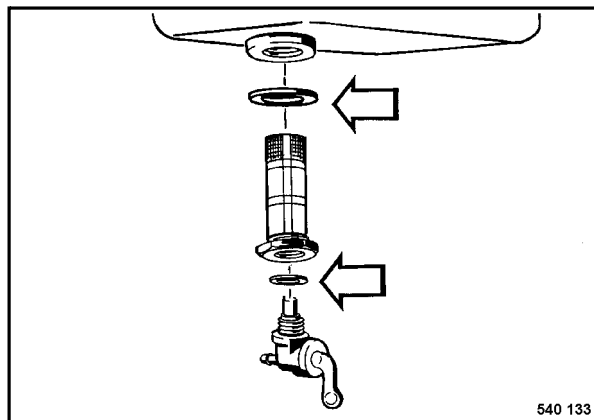

Fig. 3
- Enroscar el filtro tamiz y la llave de combustible dotados de una junta (Fig. 3).